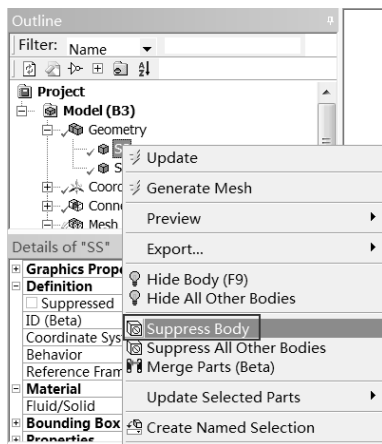

图 17-51 抑制几何
Step4：几何抑制。右击 Outline 中的 Geometry ss 模型文件，在弹出来的如图 17-51 所示的快捷菜单中选择 Suppress Body 命令，此时 ss 模型将被抑制。